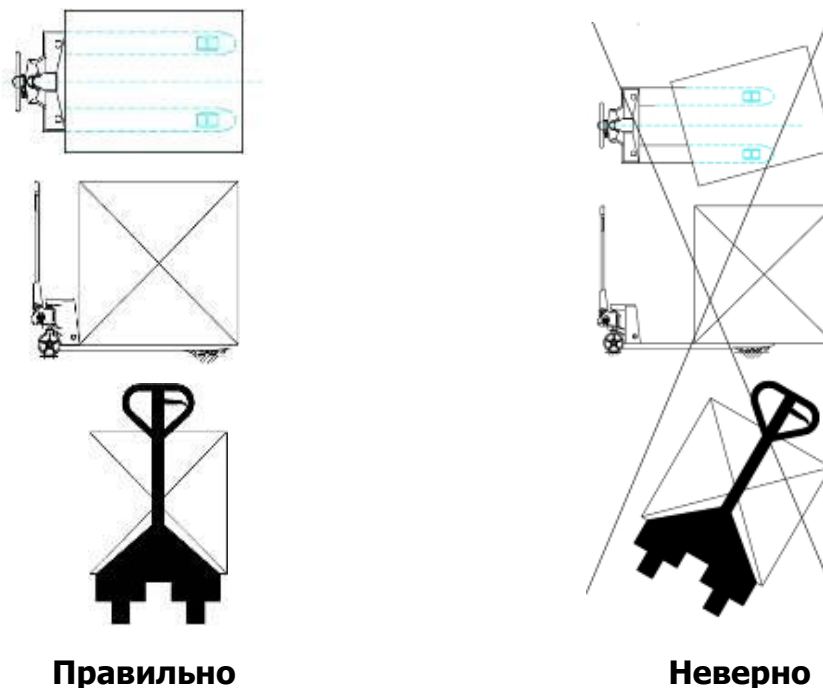

Рис.1
- Уделяйте внимание центру тяжести во избежание смещения и наклона (см. рисунок 1).